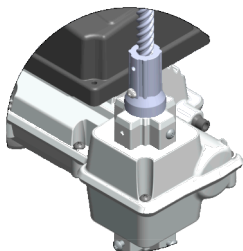

Fig: 3
- Instale o fuso no furo do acoplamento Fig. 3;